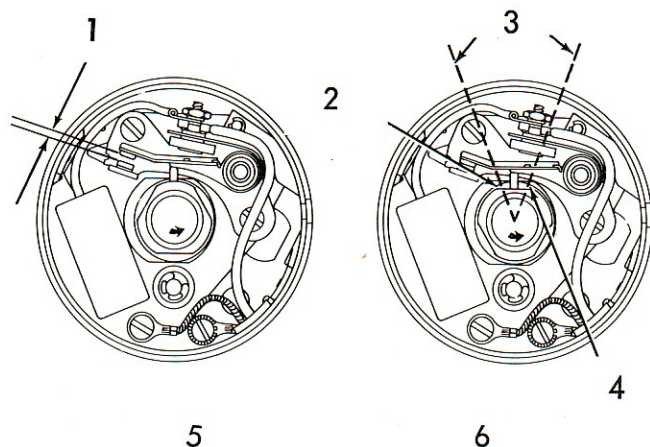

Fig. 72.
8. Vérifier le calage d'allumage en suivant les directives données paragraphe 'Calage statique de l'allumage à l'aide d'un contrôleur stroboscopique' page 49. Régler suivant besoin (Voir fig. 72).
9. Vérifier l'angle de fermeture (ou angle de saturation) en suivant les directives données paragraphe 'Vérification de l'angle de fermeture du rupteur' page 51. Régler suivant besoin (Voir Fig. 72).
2. Pour régler l'écartement des contacts de rupteur, tourner lentement le moteur jusqu'à ce que le toucheau du linguet soit en position de levée maximum sur l'une des bosses de came (Fig. 72). Placer le contacteur à clé d'allumage/démarrage en position 'OFF' (coupé).